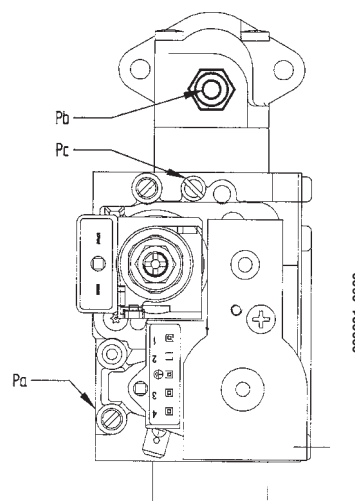

Figure 11
- relier la prise de pression positive d'un manomètre différentiel, si possible à eau, à la prise de pression (**Pb**) de la vanne du gaz (figure 11). Brancher la prise négative - des modèles à chambre étanche - du manomètre à un "T" afin de relier la prise d'équilibrage pression de la chaudière, la prise d'équilibrage pression de la vanne gaz (**Pc**) et le manomètre. (On obtient le même résultat en reliant le manomètre à la prise de pression (**Pb**) sans le panneau avant de la chambre étanche);
- Vérifier que la pression d'alimentation de la chaudière, mesurée à la prise de pression (**Pa**) de la vanne gaz (Figure 11) est correct (**37 mbar** pour le gaz **propane**, **20 mbar** pour le gaz **méthane** ou **25 mbar** pour le gaz **G25**);